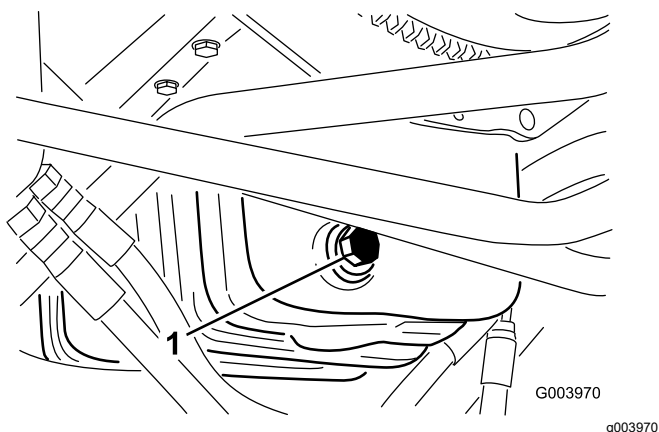

Figura 78
1. Retire o tampão de escoamento (Figura 78) e deixe o óleo escorrer para um recipiente adequado.